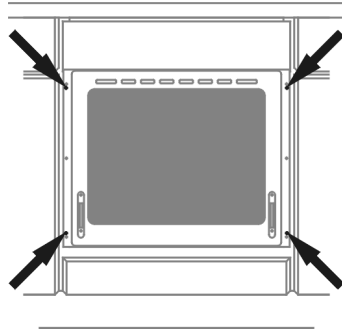

Abb. 4
- den Backofen vorsichtig in die früher vorbereitete Möbelöffnung (Schrank-öffnung) einschieben, in die auf dem Abb. 4 gekennzeichneten Stellen mit 4 Blechschrauben gegen Verschieben sichern.
- den Backofen vorsichtig in die früher vorbereitete Möbelöffnung (Schrank-öffnung) einschieben, in den auf dem Abb. 4 gekennzeichneten Stellen mit 4 Blechschrauben gegen Vorschieben sichern.